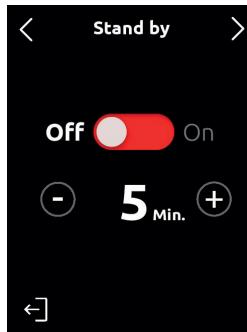

Fig. 8.21 - Mode veille
Le sous-menu mode veille permet d'activer (ON), de désactiver (OFF) et de définir les minutes d'attente du mode veille (Fig. 8.21 – Mode veille).